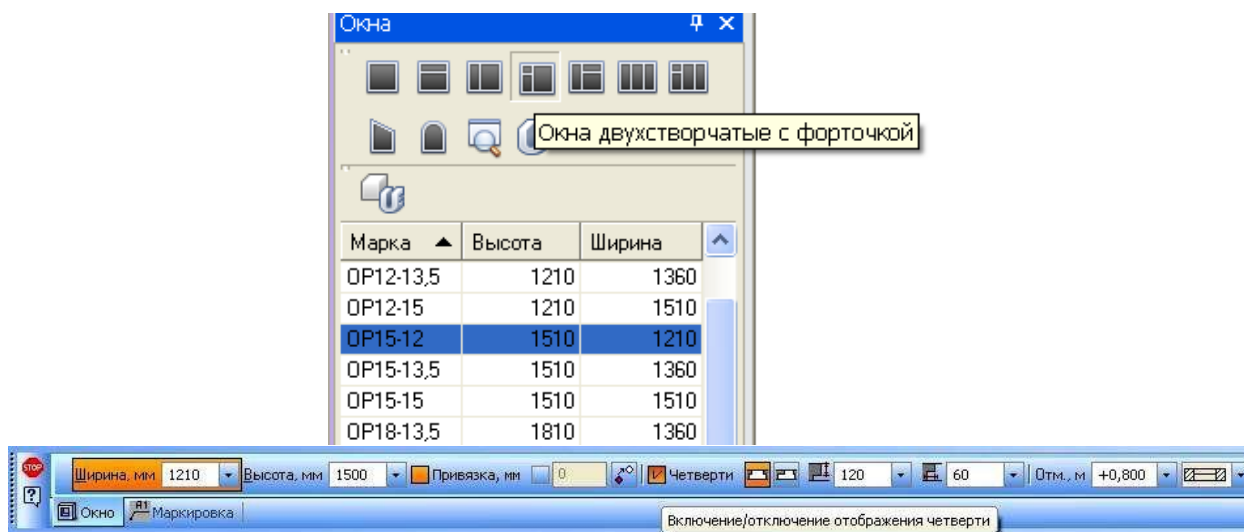

Рисунок 25 – Панель свойств
**ОК 1 – Окна двухстворчатые с форточкой**, ГОСТ 11214-20003 – **ОР-15-12** (рисунок 25).
Можно отключить отображение четверти. Включить привязку (рисунок 25).